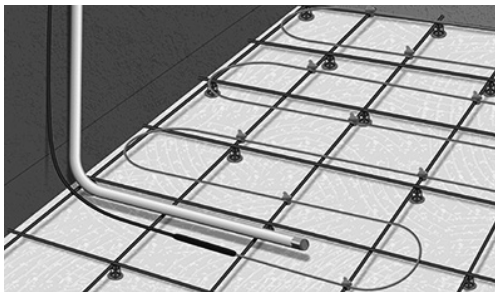

Fig. 6. Placér røret/føleren mellem to kabler
7. Montér et tomrør til gulvføleren. Sørg for tomrørets ende er placeret på samme niveau som varmekablet og mellem to kabelsløjfer-sløjfer ca. 50 cm fra væggen. Forsegl enden af tomrøret (fig. 6).